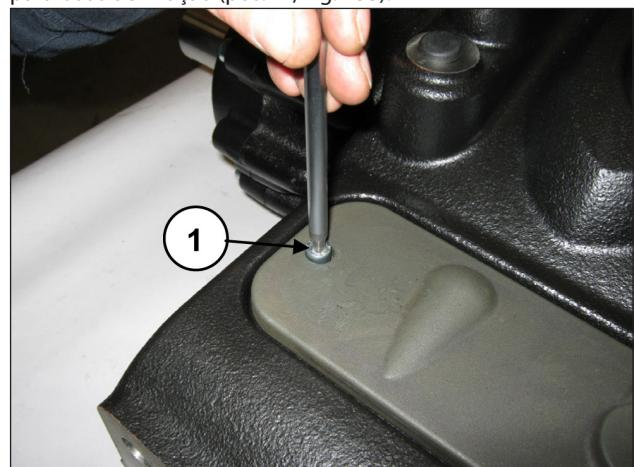

Fig. 153
Remova a tampa de inspeção superior, soltando os dois parafusos de fixação (pos. ①, Fig. 153).